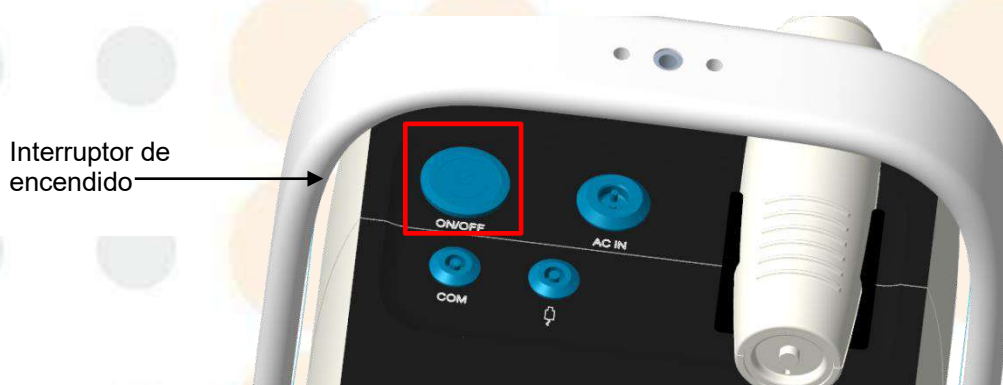

Figura 4-3 Interruptor de encendido
- 1) Apague el interruptor de encendido en el panel exterior (Figura 4-3), presione el interruptor de encendido y que el interruptor de encendido que se muestra en azul brillante indica que la máquina está en marcha;